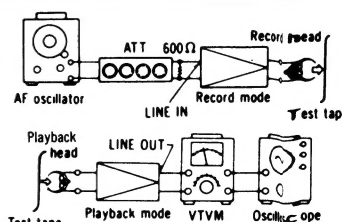
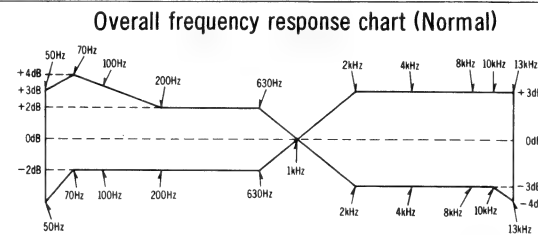

Fig. 21
Fig. 24
<p>📈 Courbe de réponse globale</p> <p>Condition:</p> <ul style="list-style-type: none"> * Positions enregistrement/lecture * Commande de niveau ...MAX * Commande de niveau de sortie...MAX <p>Equipement:</p> <ul style="list-style-type: none"> * Voltmètre électronique * Générateur AF * Atténuateur * Bande étalon vierge ...QZZCRA pour type normal ...QZZCRX pour CrO₂ ...QZZCRY pour Fe-Cr ...QZZCRZ pour Metal 	<p>Nota:</p> <p>Avant de mesurer et régler, vérifiez que la courbe de réponse en lecture est correct (pour la méthode de mesure, reportez-vous au paragraph considéré).</p> <ol style="list-style-type: none"> 1. Branchez les appareils de mesure comme surla fig. 21. 2. Mettez la bande vierge étalon en place et placez l'appareil en position enregistrement. 3. Appliquez un signal à 1kHz du générateur AF, à travers l'atténuateur, à l'entrée LINE IN. 4. Réglez l'atténuateur pour que le niveau d'entrée soit inférieur de -20dB au niveau étalon d'enregistrement (qui est égal à 0VU). 5. A ce moment, le niveau sur LINE OUT est de 0,065V. 6. Enregistrez les fréquences de 50Hz, 100Hz, 200Hz, 1kHz, 2kHz, 4kHz, 8kHz, 10kHz et 13kHz (15kHz pour bande Metal/ bande CrO₂/bande FeCr) à niveau constant. 7. Lisez cet enregistrement et exprimez en dB les différences entre le niveau de sortie de chaque fréquence et le niveau à 1kHz. 8. Vérifiez que les valeurs mesurées s'inscrivent bien à l'intérieur du gabarit de courbe de réponse global. 9. Mettre le sélecteur de polarisation et de compensation en position Metal, CrO₂ et Fe-Cr. 10. Effectuez les mesures comme ci-dessus. 11. Vérifiez que les valeurs mesurées s'inscrivent bien à l'intérieur du gabarit de courbe de réponse globale avec bande au Metal, CrO₂ et Fe-Cr ci-dessous (voir fig. 25).
I Gesamt-Verstärkung Bedingung: * Aufnahme und Wiedergabe * NF-Eingangsregler...Max. * Eingangswahlschalter ...NF-Eingang * Standard-Eingangsspergel Mikrofon -72±4dB NF-Eingang -24±3dB DIN -41±3dB Meßgerät: * NF-Generator * Röhrenvoltmeter * Abschwächer * Oszillograf * Testband (Leerband) QZZCRA für Normal QZZCRX für CrO ₂ QZZCRY für Fe-Cr QZZCRZ für Metal	<ol style="list-style-type: none"> 1. Den Meßaufbau zeigt Fig. 21. 2. Über den Abschwächer 1kHz auf dem NF-Eingang zuführen. 3. Den Abschwächer so einstellen, daß das Signal auf dem Testband auftritt. 4. Dieses Signal auf Testband aufnehmen. 5. Diese Aufnahme wiedergeben und auf 0,65V stehen. 6. Falls der gemessene Wert nicht den VR abgleichen. Metal position ...VR205 (L-CH), VR206 (R-CH) CrO₂ positionVR207 (L-CH), VR208 (R-CH) Fe-Cr position ...VR209 (L-CH), VR210 (R-CH) Normal position...VR211 (L-CH), VR212 (R-CH) 7. Ab Punkt 2 wiederholen.
<ol style="list-style-type: none"> Den Meßaufbau zeigt Fig. 21. Über den Abschwächer 1kHz aus dem NF-Generator (-24dB) dem NF-Eingang zuführen. Den Abschwächer so einstellen, daß am NF-Ausgang 0,65V stehen. Dieses Signal auf Testband aufnehmen. Diese Aufnahme wiedergeben und prüfen, ob am NF-Ausgang 0,65V stehen. Falls der gemessene Wert nicht der Toleranz liegt, die folgenden VR abgleichen. Metal positionVR205 (L-CH), VR206 (R-CH) CrO₂ positionVR207 (L-CH), VR208 (R-CH) Fe-Cr positionVR209 (L-CH), VR210 (R-CH) Normal position...VR211 (L-CH), VR212 (R-CH) Ab Punkt 2 wiederholen.
① Fluoreszenzmeter Bedingung * Aufnahme * Eingangsregler...Max. * Bandwahlschalter ...Normalstellung * Ausgangsregler...Max. * Monitorschalter ...Source-Position Meßgerät: * Röhrenvoltmeter * Oszillograf * NF-Generator * Abschwächer	<ol style="list-style-type: none"> Den Meßaufbau zeigt Fig. 21. Signal vor 1kHz (-24dB) an die Line IN-Buchse eingeben und die Aufnahmetaste drücken. ATT so abstimmen, daß der Ausgangspegel an der LINE OUT-Buchse 0,65V wird. Justierung auf "0dB". A. VR103 (L-CH) und VR104 (R-CH) so abstimmen, daß die Fluoreszenzmeter eine beleuchtete Anzeige bis "0dB" anzeigen, wenn der Eingangssignalpegel 0,9dB über dem Standard-Eingangspegel liegt. B. Anschließend überprüfen, daß die Fluoreszenzmeter eine beleuchtete Anzeige bis "+ 1dB" anzeigen, wenn der Eingangssignalpegel 1,0dB über dem Standard-Eingangspegel liegt. Justierung auf "-20dB". A. VR101 (L-CH) und VR102 (R-CH) so abstimmen, daß die Fluoreszenzmeter eine Leuchtanzeige bis "-20dB" anzeigen, wenn der Eingangssignalpegel 15,1dB unter dem Standard-Eingangspegel liegt. B. Anschließend überprüfen, daß die Fluoreszenzmeter eine beleuchtete Anzeige bis "-15dB" anzeigen, wenn der Eingangssignalpegel 15,0dB unter dem Standard-Eingangspegel liegt.
② Gesamt-frequenzgang Bedingung: * Aufnahme und Wiedergabe * Eingangsregler...Max. * Ausgangsregler...Max. Meßgerät: * Röhrenvoltmeter * NF-Generator * Abschwächer * Testband (Leerband) QZZCRA für Normal QZZCRX für CrO ₂ QZZCRY für FeCr QZZCRZ für Metal	Anm.: Vor Messung und Abgleich des Gesamtfrequenzganges ist sicherzustellen, daß der Frequenzgang bei Wiedergabe korrekt ist (Vgl. entspr. Abschnitt). <ol style="list-style-type: none"> Den Meßaufbau zeigt Fig. 21. Testband einlegen. 1kHz vom NF-Generator über den Abschwächer dem NF-Eingang zuführen. Den Abschwächer so einstellen, daß der Eingangspegel -20dB des Stand-Aufnahmepegels beträgt (Standard-Aufnahmepegel = Anzeige "0" des Pegel-Meters). Zu diesem Zeitpunkt beträgt der Ausgangspegel 0,065V. Bei dem gleichen Pegel sind die Frequenzen 50Hz, 100Hz, 200Hz, 1kHz, 4kHz, 8kHz, 10kHz und 13kHz (15kHz für Metal band CrO₂ band oder FeCr band) aufzunehmen. Diese Aufnahme wiedergeben und dabei die Abweichungen der Pegel der einzelnen Frequenzen vom 1kHz-Pegel in dB bestimmen. Prüfen, ob die Abweichungen innerhalb der in Fig. 24 angegebenen Toleranzen liegen. Den Vormagnetisierungs- und den Entzerrungs-Wahlschalter in die Metal, CrO₂ und Fe-Cr position stellen. Die gleichen Messungen durchführen. Sicherstellen, daß alle Meßwerte innerhalb der in Fig. 25 dargestellten Grenzen liegen.
<p>㊦ Overall gain</p> <p>Condition:</p> <ul style="list-style-type: none"> * Record/playback mode * Input level control ... MAX * Output level control ... MAX * Standard input level; <ul style="list-style-type: none"> MIC −72 ± 4 dB LINE IN ... −24 ± 3 dB DIN −41 ± 3 dB 	<ol style="list-style-type: none"> Test equipment connection is shown in fig. 21. Supply 1 kHz signal (−24 dB) from AF oscillator, through ATT, to LINE IN. Adjust ATT until monitor level at LINE OUT becomes 0.65 V. Using test tape, make recording. Playback recorded tape, and make sure the value at LINE OUT on VTVM becomes 0.65 V.
Fluorescent meter Condition: * Record mode * Input level control ... MAX * Output level control ... MAX * Tape selectors ... Normal position * Monitor switch ... Source position Equipment: * VTVM * AF oscillator * ATT	<ol style="list-style-type: none"> Test equipment connection is shown in fig. 21. Set the meter brightness control to "BRIGHT" position. Supply 1kHz signal (-24 dB) to the LINE IN jack, then press the record button. Adjust the ATT so that the output level at LINE OUT jack becomes 0.65 V (= standard input level). Adjustment at "0 dB": A. Adjust VR103 (L-CH) and VR104 (R-CH) so that the Fluorescent meters show an illuminated indication up to "0 dB" when the input signal level is 0.9 dB higher than the standard input level. B. Then confirm that the Fluorescent meters show an illuminated indication up to "+1 dB" when the input signal level is 1 dB higher than the standard input level. Adjustment at "-20 dB": A. Adjust VR101 (L-CH) and VR102 (R-CH) so that the Fluorescent meters show an illuminated indication up to "-20 dB" when the input signal level is 15.1 dB lower than the standard input level. B. Then confirm that the Fluorescent meters show an illuminated indication up to "-15 dB" when the input signal level is 15 dB lower than the standard input level.
Overall frequency response Condition: * Record/playback mode * Input level control ... MAX * Output level control ... MAX Equipment: * VTVM * AF oscillator * ATT * Test tape (reference blank tape) ... QZZCRA for Normal ... QZZCRX for CrO ₂ ... QZZCRY for Fe-Cr ... QZZCRZ for Metal	<p>Note: Before measuring, and adjusting, make sure of the playback frequency response (For the method of measurement, please refer to the playback frequency response).</p> <ol style="list-style-type: none"> Test equipment connection is shown in fig. 21. Load reference blank test tape and place UNIT into record mode. Supply 1kHz signal from AF oscillator through ATT to LINE IN. Adjust ATT so that input level is -20 dB below standard recording level (standard recording level = 0 VU). At this time, LINE OUT level the indicates 0.065 V. Record each frequency 50 Hz, 100 Hz, 200 Hz, 1 kHz, 2 kHz, 4 kHz, 8 kHz, 10 kHz and 13 kHz (15 kHz for Metal tape, CrO₂ tape or Fe-Cr tape) at the same level. Playback and express in dB the difference between playback output level of each frequency based on playback output level of 1 kHz. Make sure that the measured value is within the range specified in the overall frequency response chart. Set the bias selector to CrO₂, Fe-Cr or Metal position. Measure as same as manner above. Make sure that the measured value is within the range specified in the overall frequency response chart for CrO₂, Fe-Cr or Metal tape shown in fig. 25.